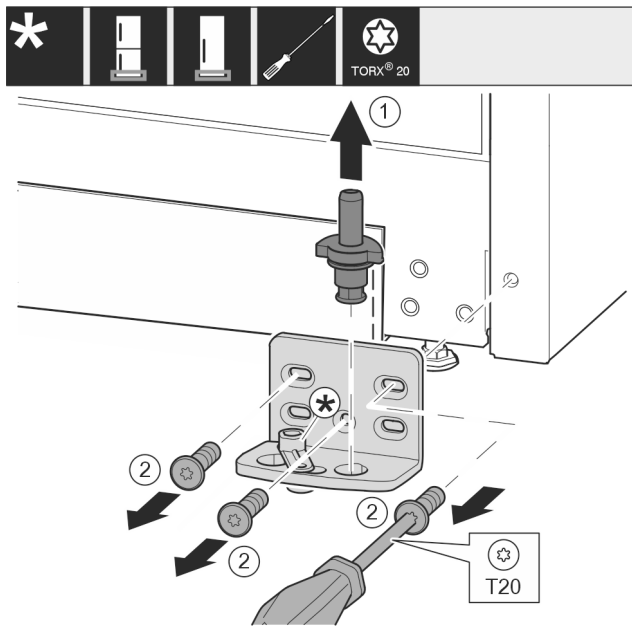

Fig. 17 *
- ▶ Опорный палец Fig. 17 (1) полностью извлеките движением вверх.*
- ▶ Открутите винты Fig. 17 (2) отверткой и снимите опорный кронштейн.*